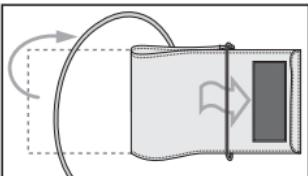

Рис. 6
- Продерните край манжеты примерно на 5 см в металлическое кольцо (рис. 6).